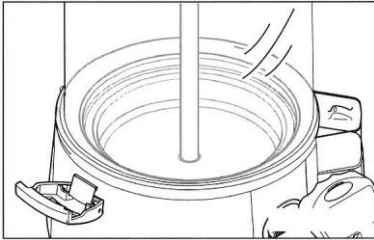

Fig. 34
5. La fig. 34 illustra il contenitore montato correttamente e cioè appoggiato in modo uniforme su tutto il bordo della base.